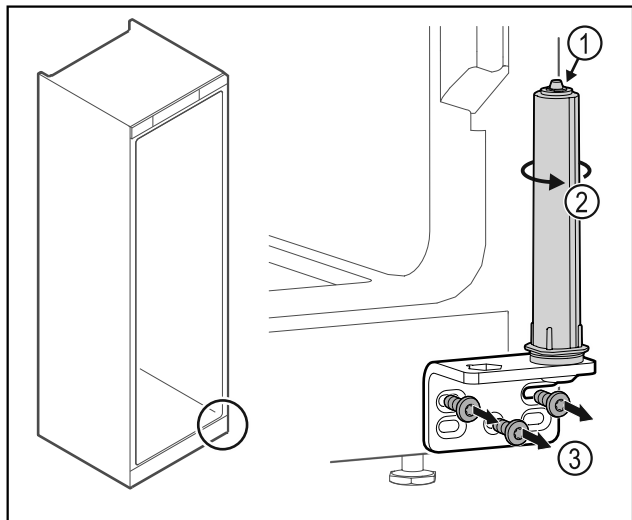

Fig. 37
- Systemu blokującego drzwi Fig. 37 (1) nie należy demonstrować.
- System blokujący Fig. 37 (2) obrócić do momentu, aż kliknie.
- Odkręcić zawias Fig. 37 (3).